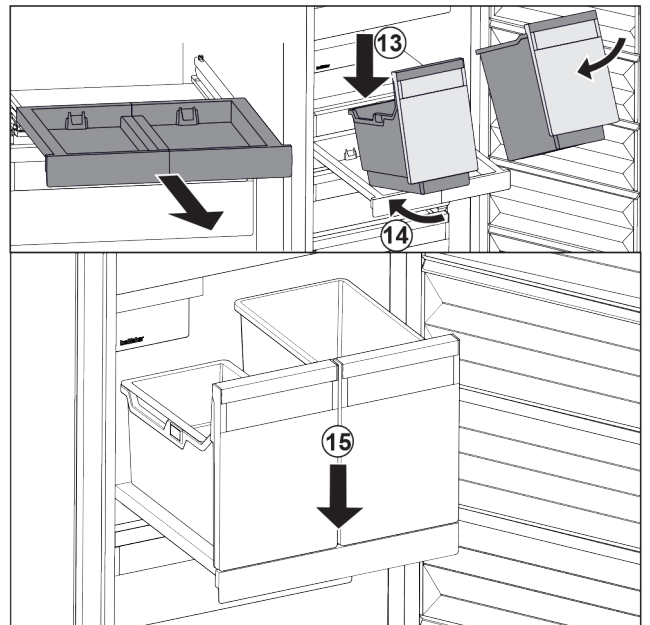

Fig. 95
- ▶ Colocar los recipientes inclinados sobre el estante extraíble. Fig. 95 (13)
- ▶ Introducir los recipientes inclinados hacia atrás. Fig. 95 (14)
- ▶ Depositar los recipientes por delante. Fig. 95 (15)